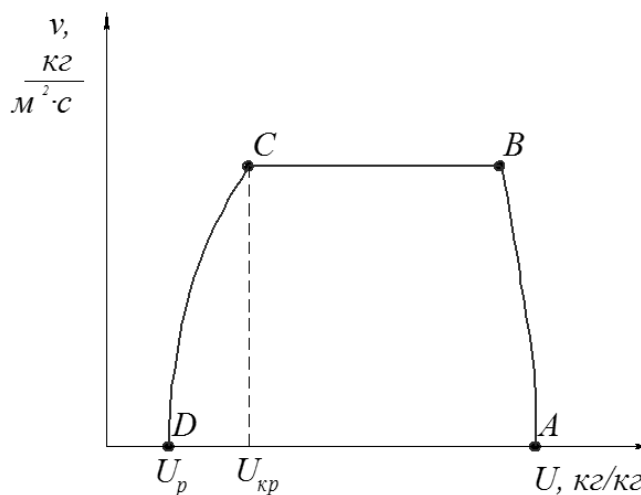

Рис. 5. Кривая скорости сушки
6. По значениям скоростей сушки в точках  $B$ ,  $C$  и значениям начальной и конечной влажностей строят кривую скорости сушки (см. рис. 5).